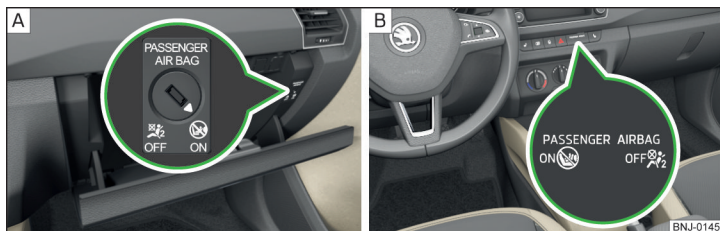

Fig. 22 Comutator cu cheie pentru airbagul frontal al pasagerului față/lampă de control pentru airbagul frontal al pasagerului față
Airbagul frontal al pasagerului față se poate dezactiva de la comutatorul cu cheie » fig. 22 la pagina 27 - A.
Pozițiile comutatorului cu cheie » fig. 22 - A
**OFF** Airbagul frontal al pasagerului față este dezactivat - lampa de control **OFF** » fig. 22 - B se aprinde după cuplarea contactului